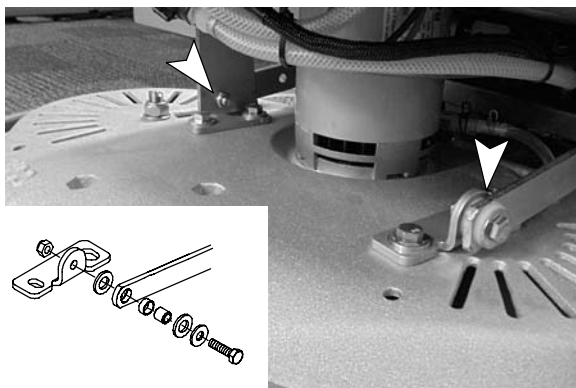

FIG. 67
1. À l'aide d'une clé de 13 mm, désaccouplez les bras de levage de la tête de brosse des supports de fixation, comme illustré (Figure 67).